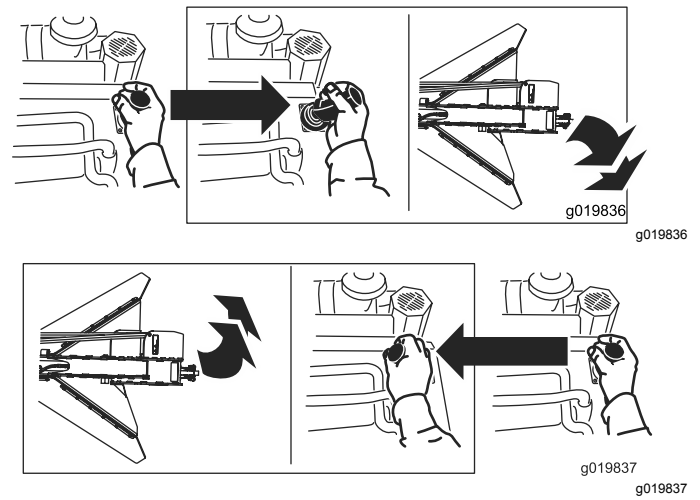

Figure 15
- Pour tourner la rogneuse vers la gauche ou la droite, déplacez le levier dans la direction voulue (Figure 15).